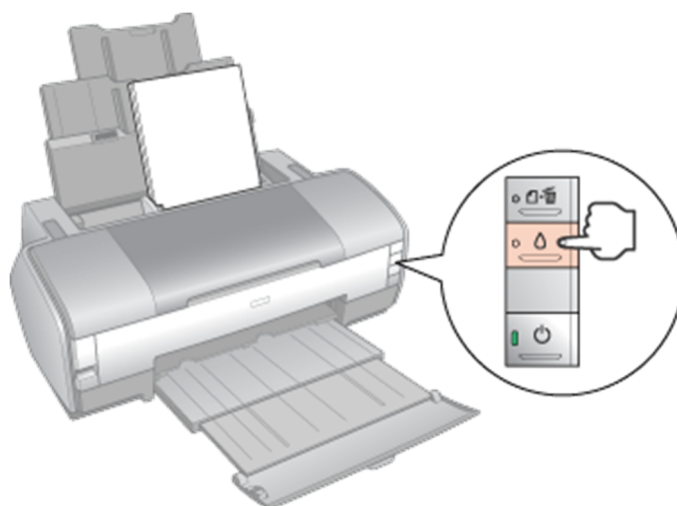

Рисунок 2.4 – Обслуговування сопел друкуючої головки принтера.
- 3) Натисніть і утримуйте кнопку чорнил протягом трьох секунд (див. рис. 2.4).